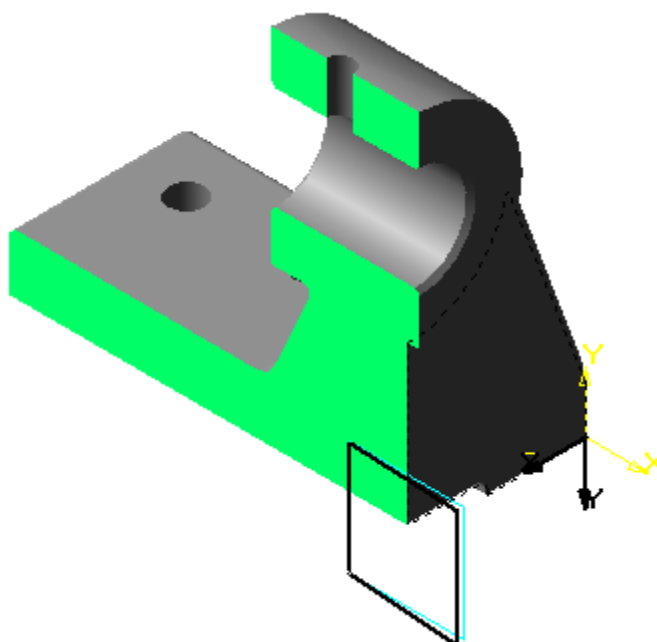

Рис. 2.69
*плоскостью>* , выбрать направление отсечения и нажать кнопку *<Создать>*. Чтобы выделить сечение, можно изменить цвет грани, полученной при пересечении модели плоскостью (рис. 2.69)..